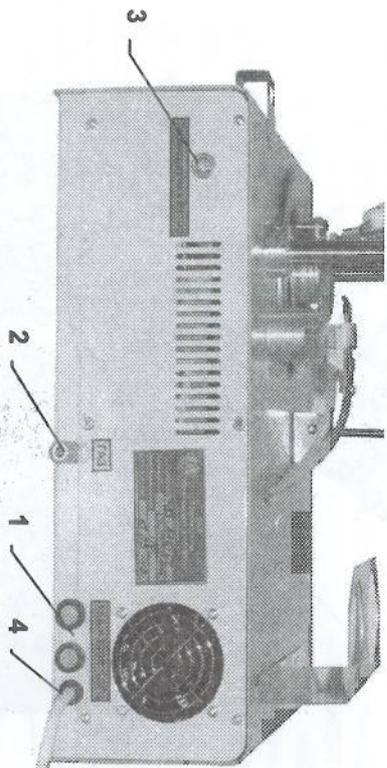

Рис. 3. Аппарат ТВЗ-ЛАБ-01. Задняя панель.
На задней панели аппарата (см. рис. 3) расположены сетевые предохранители (1), штырь для подсоединения к источнику газа (2), разъем для подключения датчика температуры (3) и вывод кабеля электропитания (4).